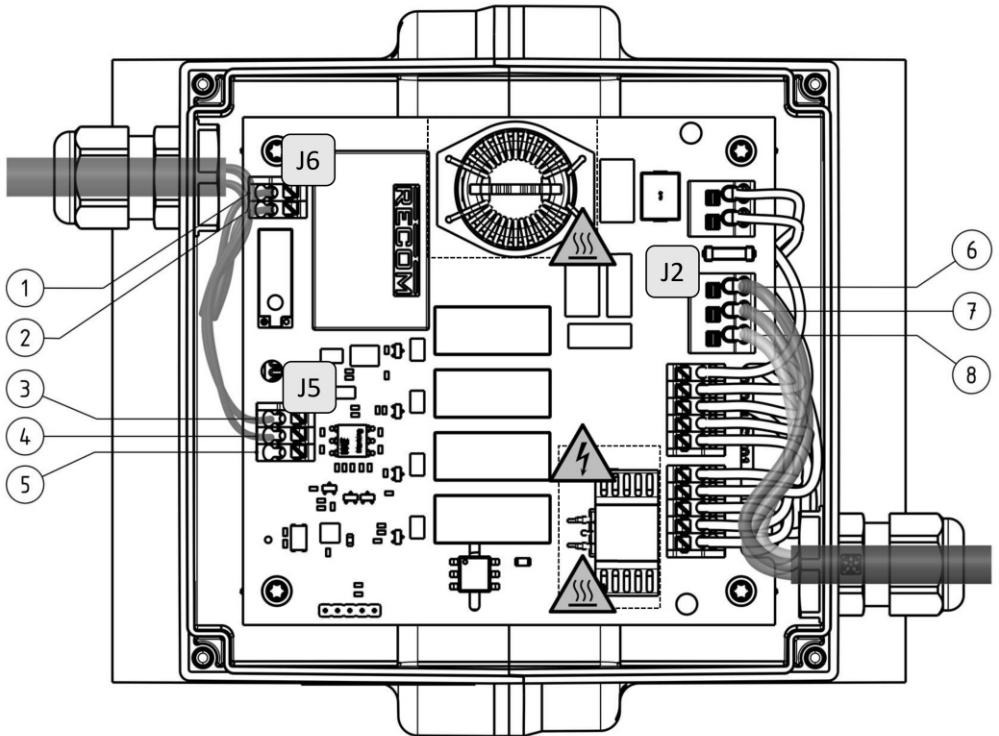

Abbildung 1: Platine mit beispielhaften Anschlussleitungen (Abweichungen in der Bestückung der Platine möglich)
-  Beachten Sie bei der Führung der Litze im Anschlusskasten, dass diese keine Bauelemente der Elektronik berühren. Es besteht die Gefahr der Beschädigung der Litzenisolierung durch Temperatur! Siehe Abbildung 1
-  Beachten Sie dass die Kabelisolierung direkt nach der Kabelverschraubung endet. Siehe Abbildung 1
2. Schließen Sie das Kabel zur Spannungsversorgung an die dafür vorgesehene 3-polige Anschlussklemme J2 an (L, N, PE). Beachten Sie hierzu Abbildung 1
3. Schließen Sie das gemeinsame Kabel für das Steuersignal und Störmelderelais an die Anschlussklemmen J5 und J6 an. Beachten Sie hierzu Abbildung 1